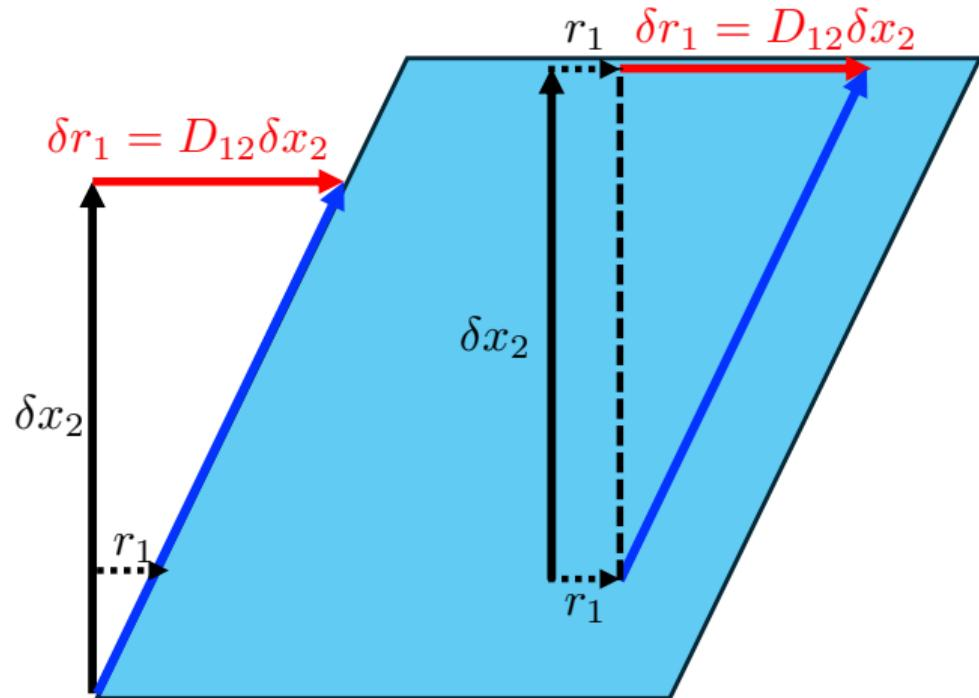

図 1: 単純剪断変形における
4.2.1. 変形勾配テンソルと歪みテンソル (2)
- また図 1 の通り、例えば均一な単純剪断変形を与えた場合、いずれの位置を基準にとっても、変形勾配テンソルが一様になることがわかる。
4.2.1. 変形勾配テンソルと歪みテンソル (3)